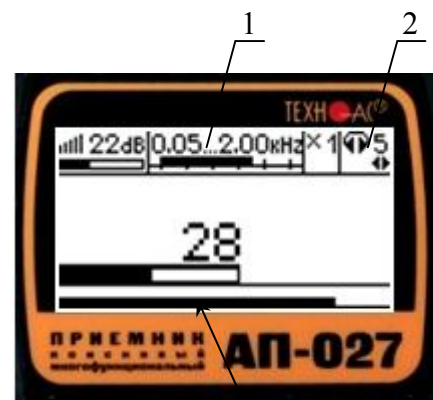

Рис.8
4.3.3 Установить уровень входного сигнала кнопками «чувствительность» III и IIII поз.8 рис.5, ориентируясь по показаниям индикатора «узкая шкала» (предпочтительно на 50...70% от максимума) рис.8.